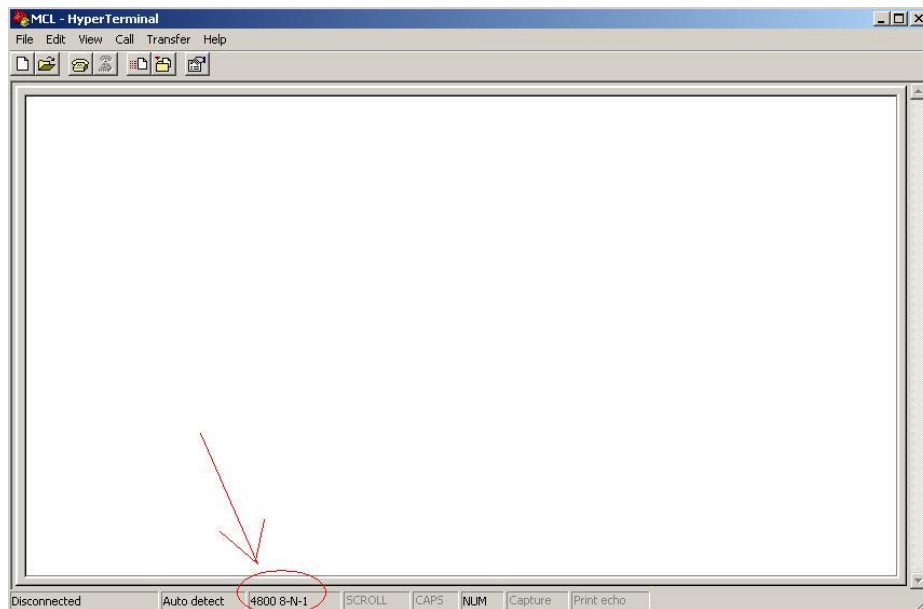

Рис. 9
7. Установки должны бы измениться на 4800 (9600) 8-N-1, как изображено на рис.9;